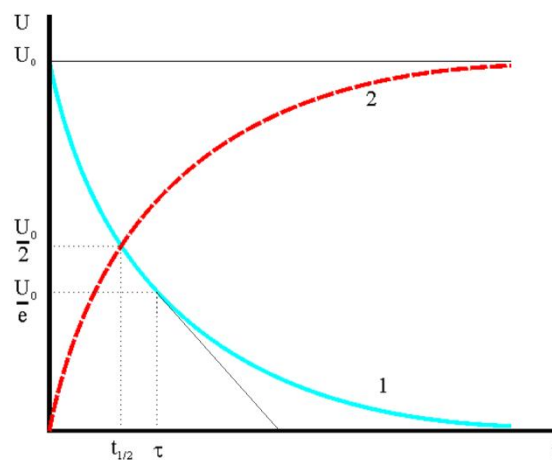

Рис.3. Зарядная и разрядная кривые изменения напряжения на конденсаторе.
Графически функции (6) и (12), то есть изменение напряжения на конденсаторе, изображены на рис.3.
5. Произведения $(R+r_0)C$ и RC , имеющие размерность времени, называют постоянной времени цепи и обозначают буквой τ , постоянная времени равна времени, которое необходимо, чтобы напряжение на конденсаторе изменилось в e раз. Постоянная времени не зависит от времени и определяется на графике как подкасательная экспоненты, взятая как проекция на ось времени касательной в любой точке экспоненты (см. рис.3). Это свойство позволяет определить постоянную времени RC - цепи графически, не производя расчетов.